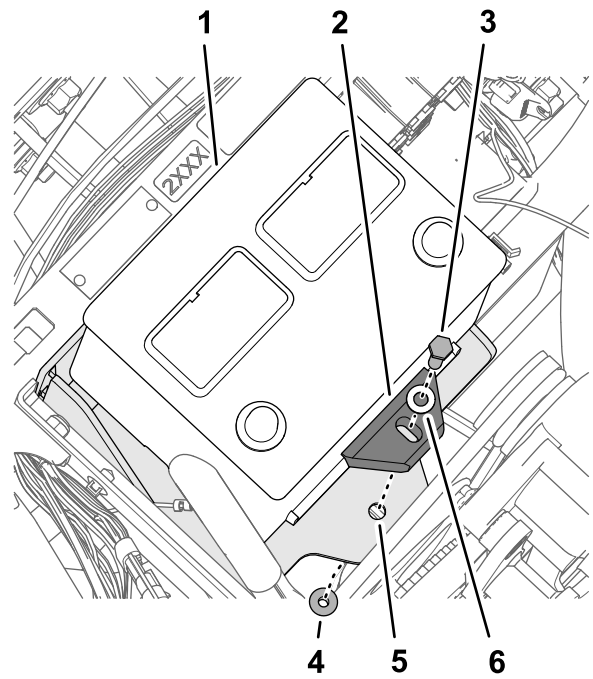

图175
- 如 图175 所示用螺栓5/16 x 1-3/4 英寸、垫圈5/16 英寸、电池固定装置和凸缘锁紧螺母5/16 英寸将电池组装到电池支架上。